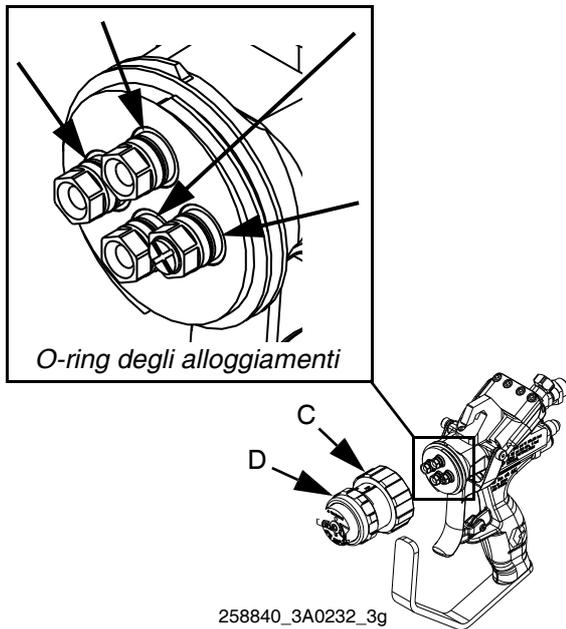

FIG. 8
1. Ispezionare gli anelli di tenuta sugli alloggiamenti. Sostituire se necessario. Vedere FIG. 8.